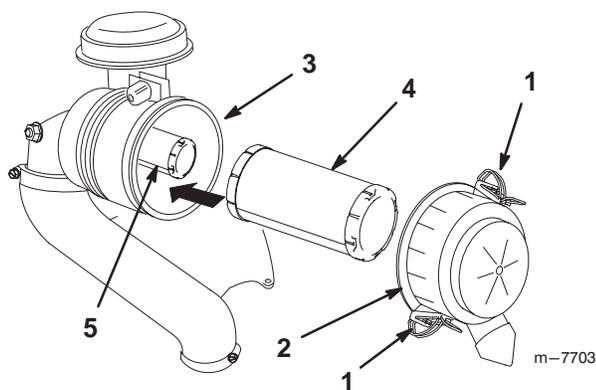

Bild 35
3. Lösen Sie die Riegel am Luftfilter und ziehen Sie die Abdeckung vom Luftfiltergehäuse ab (Bild 35).
5. Schieben Sie den Hauptfilter vorsichtig aus dem Luftfiltergehäuse heraus (Bild 35).
2. Schieben Sie den Sicherheitsfilter, wenn Sie diesen austauschen, vorsichtig in das Filtergehäuse ein (Bild 35).
3. Ziehen Sie den Hauptfilter vorsichtig über den Sicherheitsfilter (Bild 35).
4. Bringen Sie die Luftfilterabdeckung so an, dass die Seite mit **UP** nach oben zeigt, und rasten Sie die Riegel ein (Bild 35).